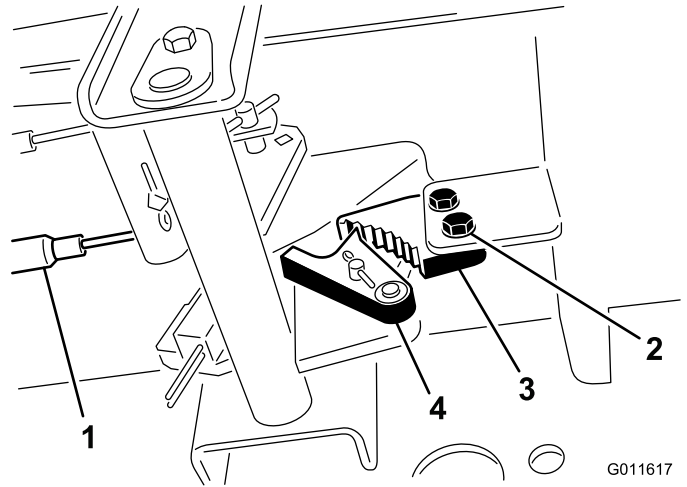

Figura 71
1. Allentate le due viti che fissano il nottolino del freno di stazionamento al telaio (Figura 71).
2. Premete in avanti il pedale del freno di stazionamento finché il fermo non s'innesta completamente nel nottolino del freno (Figura 71).